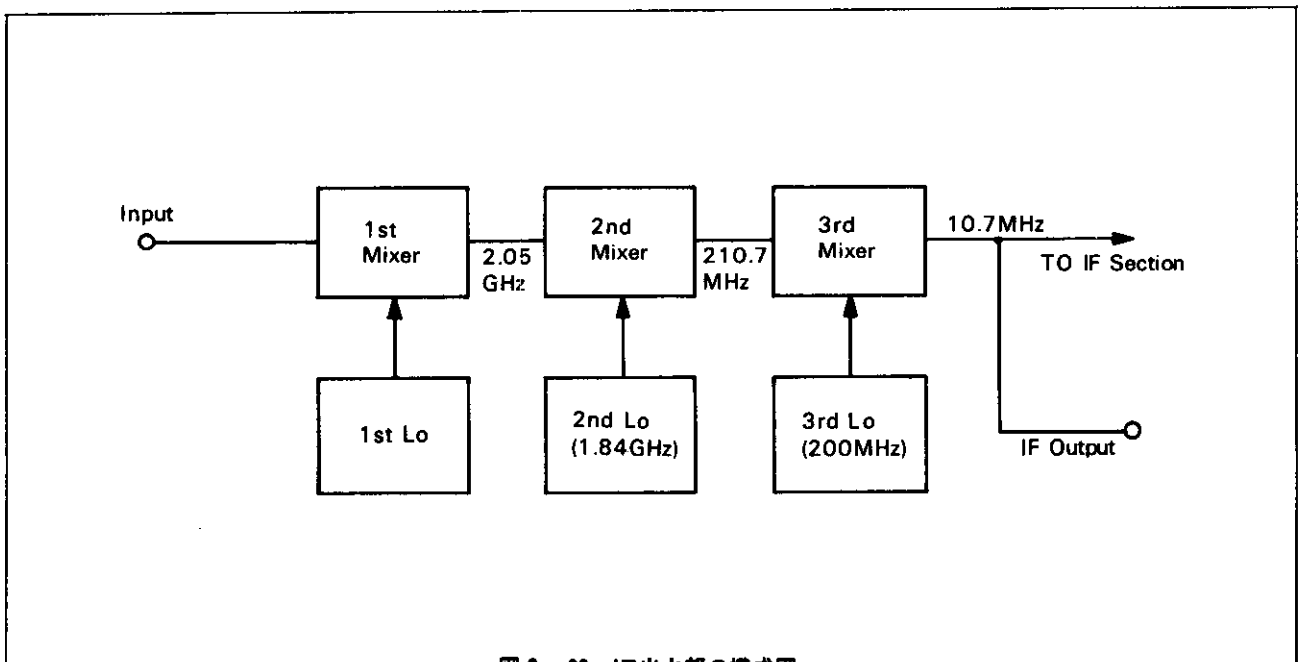

図 2-22 IF 出力部の構成図
背面パネルの **IF OUTPUT** コネクタには、〔図 2-22〕に示しますように IF 部へ入力される信号と同じ信号が出ています。この信号は、入力信号を 10.7MHz にダウン・コンバートするため、テレビ信号やレーダ波のように変調周波数の高い信号を **INPUT** コネクタに接続し、この **IF OUTPUT** コネクタに、広帯域のオシロスコープを接続することによって、変調波形を観察することができます。たとえば 100MHz の信号を観察する場合は、
4. **DISPERSION/DIV.** のスイッチを **0** に設定しますと **IF OUTPUT** コネクタに 10.7MHz にダウン・コンバートされた信号が出力されます。このゼロ・スキャン (**DISPERSION/DIV.** が **0**) は、〔図 2-22〕の 1st. LO がスイープしない状態の単一受信機として機能することになります。